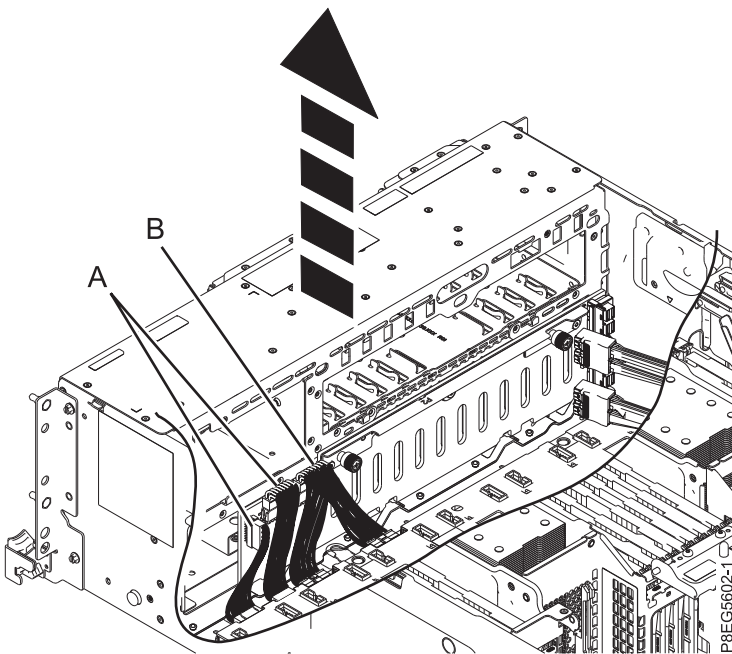

Figura 4. Desconexión de los cables de alimentación, señal y panel de control de la placa posterior de la unidad de disco
- Etiquete y desconecte los cables de señal y de panel de control (A), y el cable de alimentación Y (B), de la placa posterior de la unidad de disco, como se muestra en la Figura 4.